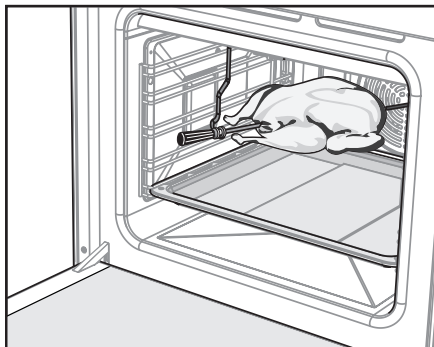

Рис.12
- Насадите на штык кусок мяса или тушку птицы (привязав крылья и ноги к тушке) и закрепите его вилками посредством крепежных винтов. Штык вертела располагается по диагонали внутри духовки. Закрепленный на штыке кусок мяса должен находиться точно под грилем (рис. 12).